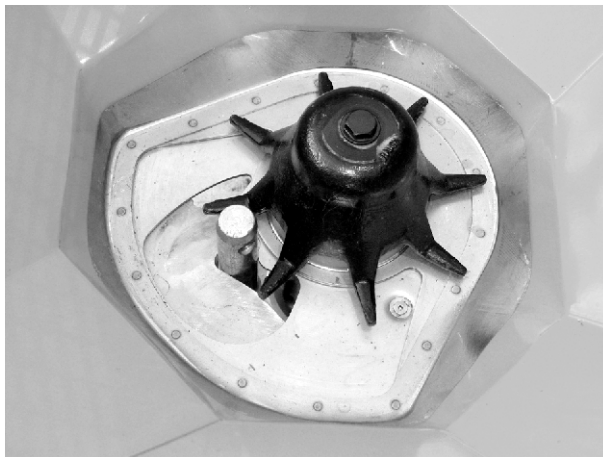

Fig. 59: Axe de bras inférieur d'attelage dans la trappe
- ✓ La vanne de dosage est appuyée contre le boulon. Voir Fig. 59 Axe de bras inférieur d'attelage dans la trappe.